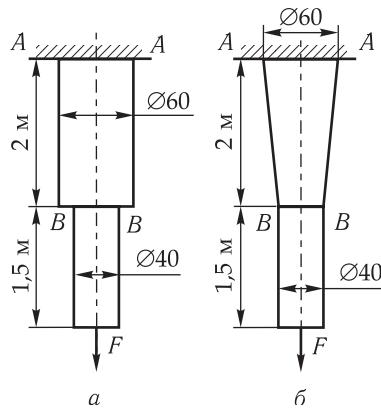

Рис. 2.7
**2.18.** Сталеві стрижні (рис. 2.7) розтягуються силою  $F = 200$  кН. Визначити напруження у по-перечних перерізах  $A-A$  і  $B-B$  стрижнів і абсолютне видовження стрижнів. Модуль пружності сталі  $E = 2 \cdot 10^5$  МПа.